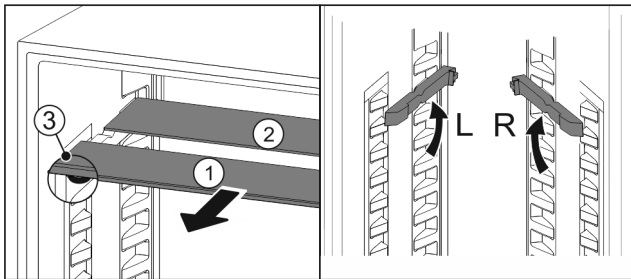

Fig. 70
- ▶ Издърпайте Fig. 70 (1) поотделно стъклените плочи напред.
- ▷ Стъклената плоча Fig. 70 (1) с декоративната лайстна е отпред.
- ▷ Ограничителите Fig. 70 (3) сочат надолу. Уреди с фризерно отделение.\*